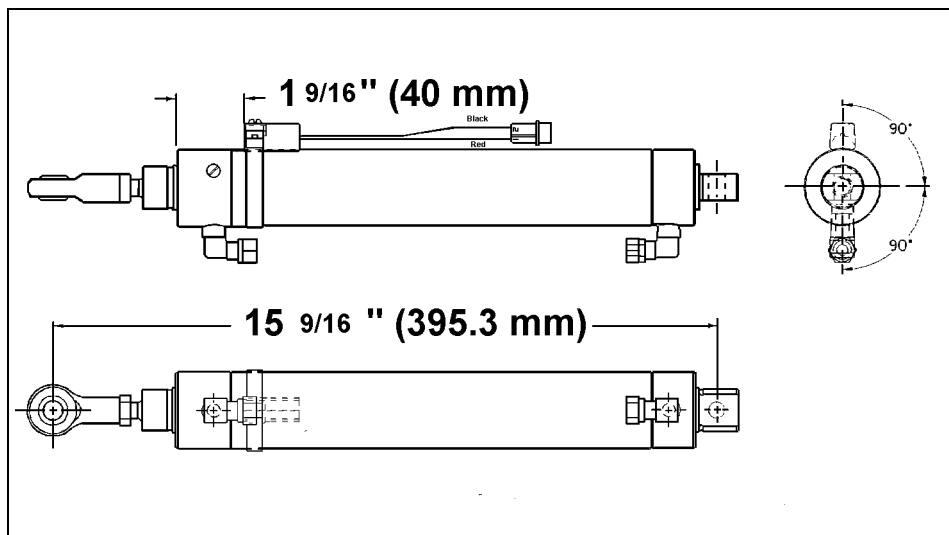

FIGURE 1: CYLINDRE - ENSEMBLE INTERRUPTEUR
1. Assembler le cylindre tel que décrit à la Figure 1. Du ruban Teflon doit être utilisé sur tous les raccords pneumatiques.
2. Ajuster la longueur de la tige (Fig. 1), voir section 18 du manuel de maintenance.